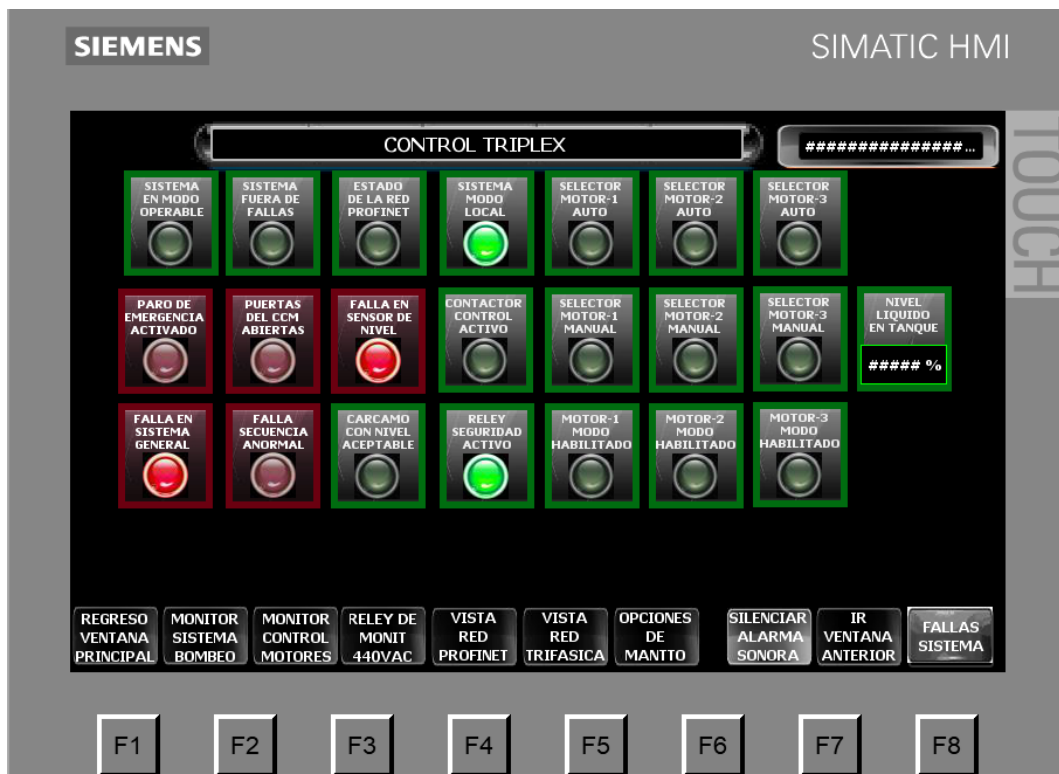

Figura 1.3, Ejemplo de los estados de los indicadores, mostrando al usuario que el sistema está listo a operar.
Teniendo en base la información anterior ahora se continua con la preparación de puesta en marcha. En la Figura 1.3, se muestra el enfoque que debe tener el usuario con las respecto a las lámparas virtuales.
1.1 De la figura 1.3 observe que el sistema está solicitando, que cinco condiciones deben estar habilitadas